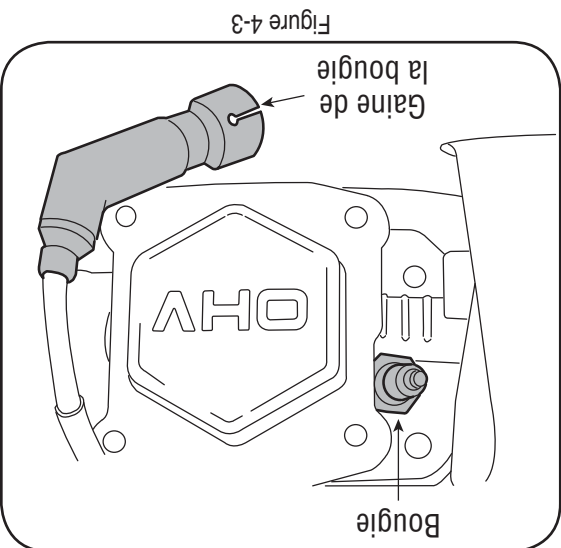

Figure 4-3
1. Dégagez la gaine de la bougie et utilisez une clé à bougie pour la démonter. Voir la Figure 4-3.